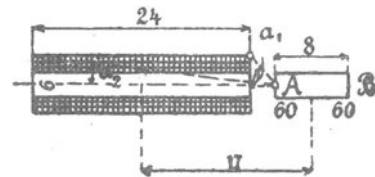

Fig. 55.
Einheiten. Wieviel Amperewindungen sind erforderlich, wenn auf den Magnetstab eine Kraft von 2000 [3000] (4000) Dyne ausgeübt werden soll, und der Abstand von Stab- und Spulen-Mitte 17 [26] (30) cm beträgt? (Fig. 55.)